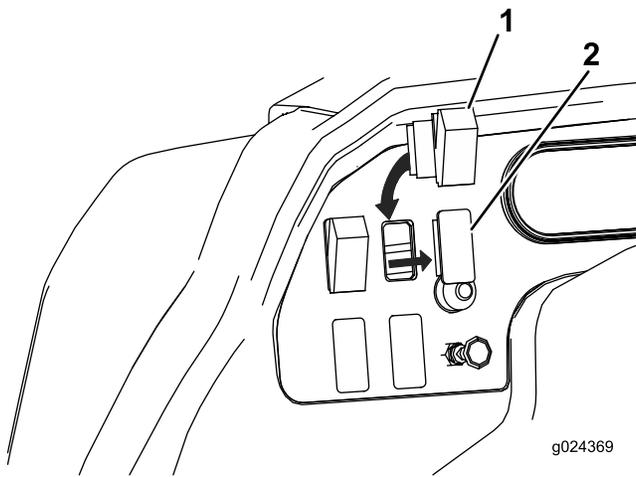
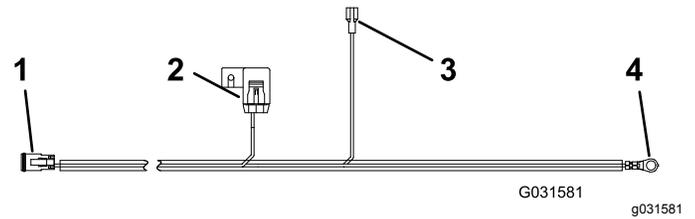

図 2
図 4
1. 図4に示すワイヤハーネスを、車両の**前部**から、既存のハーネスに沿って配線する。
2. ダッシュパネルにスイッチを取り付け丸くなっている側を上にして、スイッチにハーネスを接続する 図2と 図4。
1. ヒューズブロック用コネクタ 図 4 を、車両のヒューズブロックに取り付けて 15 A のヒューズをセットする。